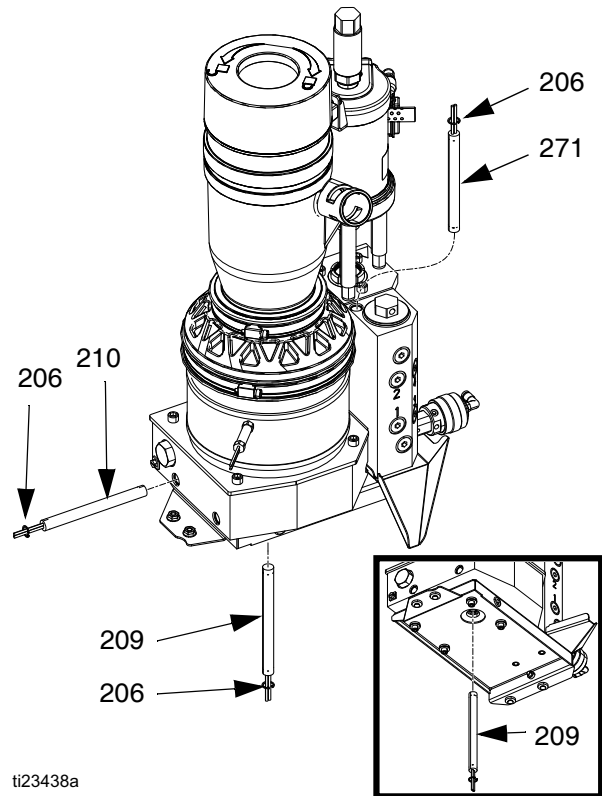

图 42
拆卸（参见图 42）：
重装 (参见图 42):
2. 安装加热棒, 然后安装加热棒挡圈 (206)。参见图 42。